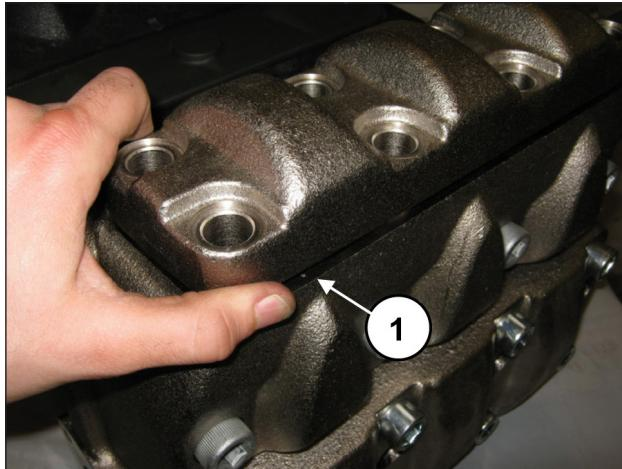
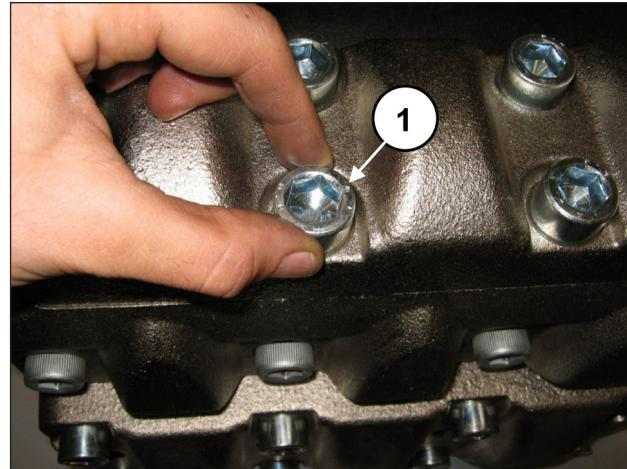

Fig. 161
Fig. 162
Al terminar de montar los grupos de la válvula de envío, aplicar la tapa de las válvulas de envío (pos. ①, Fig. 161) y apretar los 8 tornillos M16x45 (pos. ①, Fig. 162).